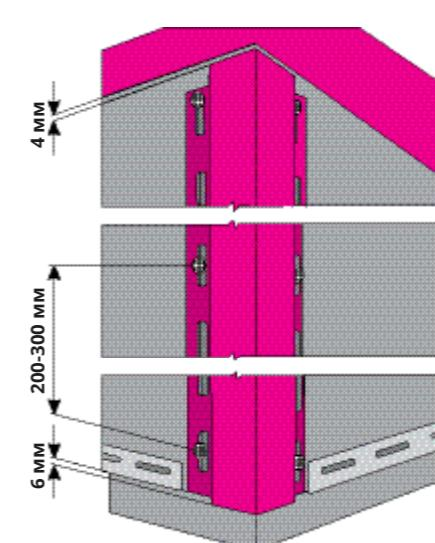

рис. 11
- для монтажа доборных элементов 200-300 мм друг от друга (рис.11).
Вертикально монтируемые элементы винилового сайдинга: внутренний, наружный угол, H-профиль вывешивается на двух саморезах в верхних перфорационных отверстиях; финишная планка, оклооконная планка, J-фаска, J-профиль широкий, вертикально монтируемый сайдинг вывешивается на одном саморезе в верхнее перфорационное отверстие и висит на нем (рис.11). Все остальные саморезы необходимо фиксировать строго в центр перфорационных отверстий с интервалом 200-300 мм, для вертикально монтируемого сайдинга интервал 300-400 мм. В верхней части вертикально монтируемого элемента винилового сайдинга необходимо оставить зазор для теплового расширения 4 мм. В нижней части, до отлива/отмостки 6 мм. Между шляпкой самореза и панелью/доборным элементом необходимо оставить зазор 1 мм. Виниловый сайдинг, софиты и доборные элементы после монтажа должны быть подвижны.